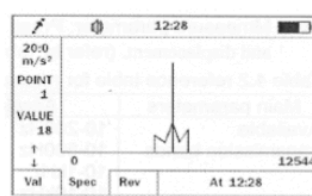
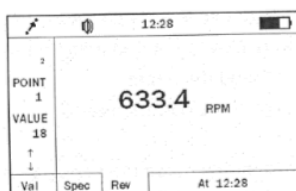

Figura 4.1b Modo especial
Figura 4.1c Modo Rev
- Modelo de medida: Presione para seleccionar el modelo de medida: Common model, sepectrum model and rev model (modo común, modo espectro y modo rev) (figuras 4.1a, Figura 4.1b, Figura 4.1c)
**Spectrum mode** (Modo espectro): Mostrar el gráfico de espectro (ver figura 4.1b)